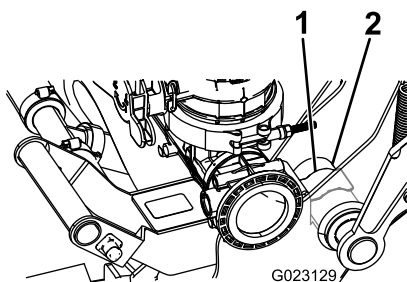

Figure 23
- D. Poussez jusqu'à ce que le clip élastique s'enclenche sur le tube de pivot, comme montré à la Figure 23.